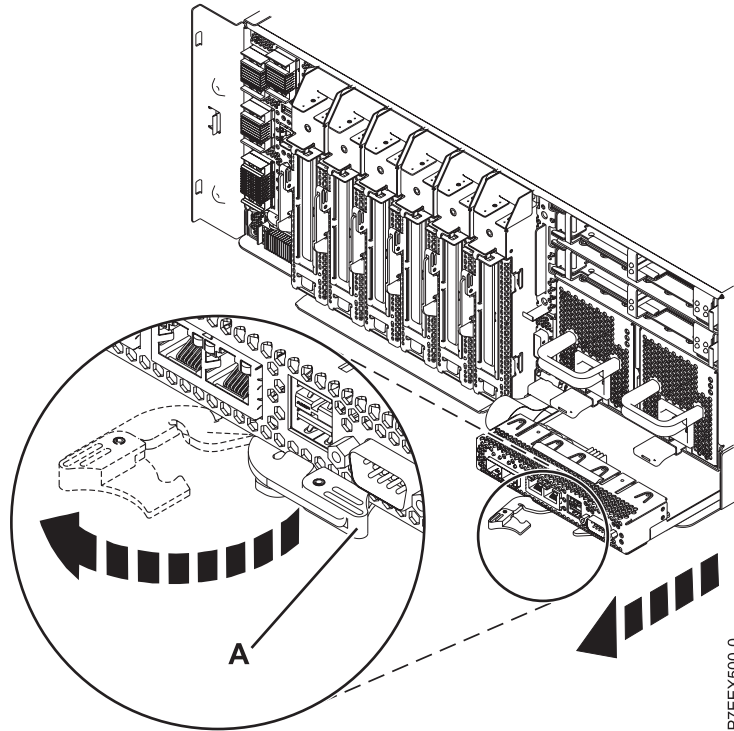

Figure 1. Retrait d'une carte multifonction intégrée pour le système 17M/MC, 17M/MD, 79M/HC ou 79M/HD
5. Repérez la carte multifonction intégrée que vous souhaitez retirer, comme illustré dans figure 1, à la page 3.